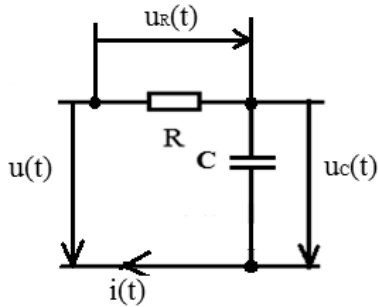

Рис. 14
3.2. . Используя рис.14, рассчитать и построить амплитудно-частотные (АЧХ) и фазочастотные (ФЧХ) характеристики цепи от входного напряжения $u(t)$ к напряжению на сопротивлении $u_R(t)$ и от входного напряжения $u(t)$ к напряжению на емкости $u_C(t)$ в диапазоне от 1 до 20 кГц, рассчитать граничные частоты и полосы пропускания при исходных данных в соответствии с заданным преподавателем вариантом.